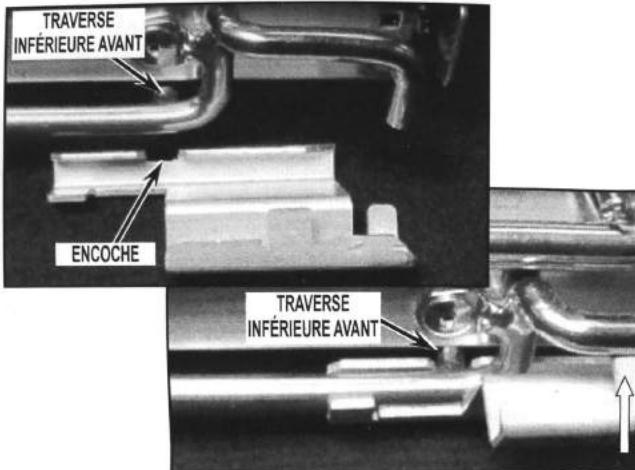

FIGURE 12
- a) Retourner la grille dans son sens normal. Insérer l'attache par en bas et la remonter. Vérifier que l'encoche est engagée dans la traverse inférieure avant de la grille. Voir la Figure 12.